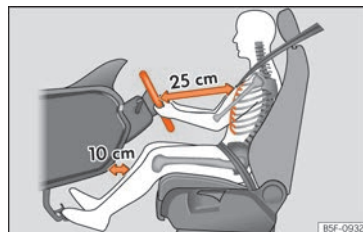

**Fig. 3** La separación correcta entre el conductor y el volante debe ser de 25 cm como mínimo (10 pulgadas).
- Ajuste el volante de modo que quede a una distancia de, por lo menos, 25 cm (10 pulgadas) del esternón »» fig. 3 y lo pueda sujetar con ambas manos por los lados, por la parte exterior, con los brazos ligeramente flexionados.
• Ajuste longitudinalmente el asiento de forma que pueda pisar a fondo los pedales con las rodillas ligeramente flexionadas y que quede una distancia entre la zona de las rodillas y el tablero de instrumentos de al menos 10 cm (4 pulgadas) »» fig. 3.